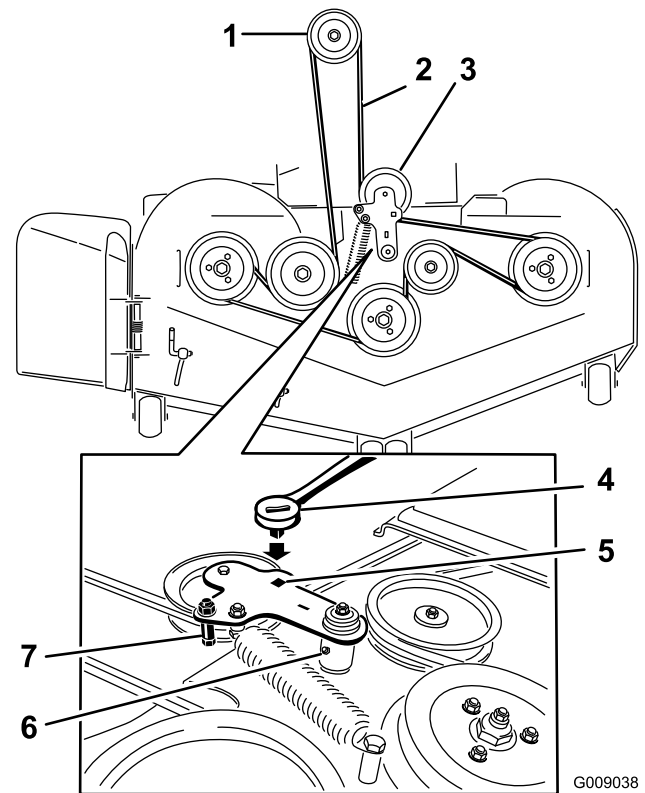

Figura 100
6. Levante la chapa de suelo e introduzca una llave dinamométrica en el taladro cuadrado del brazo tensor de la carcasa (Figura 100).
7. Gire cuidadosamente el brazo tensor de la carcasa en el sentido de las agujas del reloj y retire la correa del cortacésped (Figura 100).